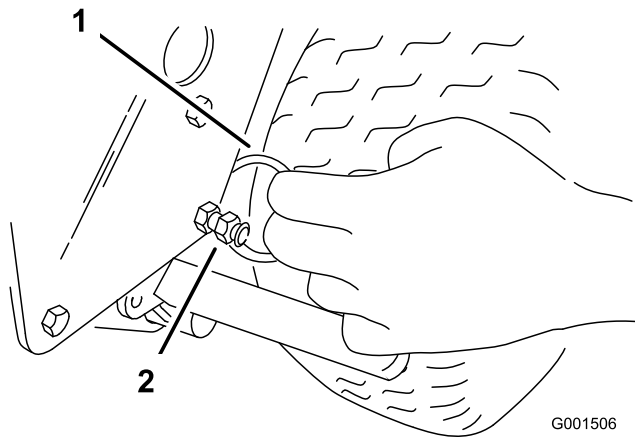

Figura 8
- Sujete el anillo partido (Figura 8) situado en el lado derecho de la máquina, tire del anillo y la cadena en línea recta, en dirección perpendicular a la máquina, y enganche el anillo sobre el perno del protector del control.